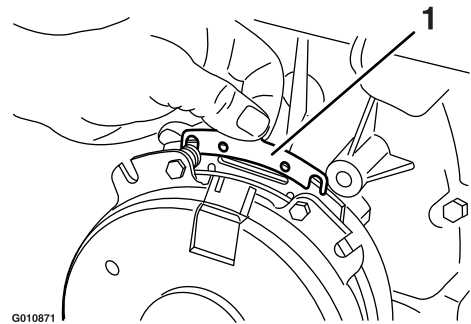

Figura 73
- B. Usando un alicate de punta fina, o a mano, sujete la pestaña y retire el suplemento (Figura 73).
Retire cualquier acumulación de hierba, suciedad u otros residuos de la rejilla del motor. Esto ayuda a asegurar una refrigeración adecuada y una velocidad de motor correcta, y reduce la posibilidad de sobrecalentamiento y daños mecánicos al motor (Figura 73).